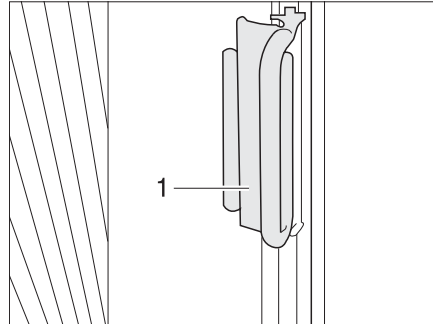

Bild 27 Lås för plisségardiner förar-/passagerarfönster
- Drag upp plisségardinerna för förar-/och passagerarfönstret, drag dem med handtaget (Bild 27,1) över kanten. Plisségardinen är säkrad.